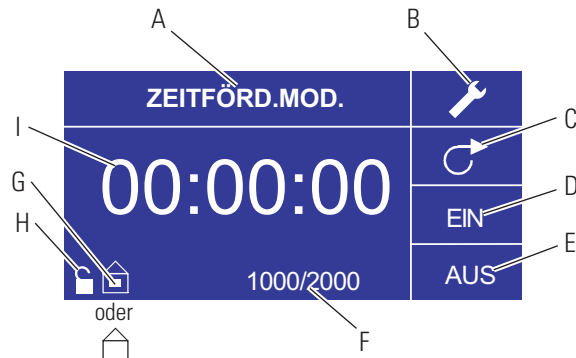

Abbildung 3-4. Zeitförderungsmodus-Bildschirm
- I. **Zeitanzeige:** Die Stellen in der Mitte zeigen die Restzeit des Antriebs für EIN oder AUS, die auf der rechten Seite des Bildschirms hervorgehoben ist (Position D oder E, Abbildung 3-4).
6. **Einstellen der EIN-Zeit:** Zum Einstellen der EIN-Zeit verwenden Sie die Richtungspfeile und die EINGABETASTE, um das EIN-Feld zu wählen (siehe Position D, Abbildung 3-4). Damit heben Sie den Zeitgeber in der Mitte des Bildschirms hervor (siehe Position I, Abbildung 3-4). Wenn Sie die EINGABETASTE erneut drücken, kann der Zeitgeber mit dem AUF- und ABWÄRTS-Pfeil eingestellt werden. Springen Sie mit den LINKS-/RECHTS-Pfeilen von einer Stelle zur anderen. Nach Auswahl der optimalen EIN-Zeit die EINGABTASTE erneut zur Validierung drücken. Der Antrieb wird jetzt so lange laufen, wie Sie es in der Mitte des Bildschirms eingestellt haben.
7. **Einstellen der AUS-Zeit:** Zum Einstellen der AUS-Zeit verwenden Sie die Richtungspfeile und die EINGABETASTE, um das AUS-Feld zu wählen (siehe Position E, Abbildung 3-4). Damit heben Sie den Zeitgeber in der Mitte des Bildschirms hervor (siehe Position I, Abbildung 3-4). Wenn Sie die EINGABETASTE erneut drücken, kann der Zeitgeber mit dem AUFWÄRTS- und ABWÄRTS-Pfeil eingestellt werden. Springen Sie mit den LINKS-/RECHTS-Pfeilen von einer Stelle zur anderen. Nach Auswahl der optimalen AUS-Zeit die EINGABTASTE erneut zur Validierung drücken. Der Antrieb wird jetzt so lange gestoppt, wie Sie es in der Mitte des Bildschirms eingestellt haben. (**HINWEIS:** Wenn die AUS-Zeit auf 00:00:00 eingestellt wird, erfordert der Antrieb eine START/STOPP-**Eingabe** vom Tastenfeld aus oder vom I/O-Anschluss aus, um mit der nächsten Förderung zu beginnen.
8. **Auswahl der Losgröße:** Vor dem Betrieb des Antriebs zu den ausgewählten EIN- und AUSSchaltzeiten wählen Sie eine Losgröße für den Betrieb. Dazu verwenden Sie die Richtungstasten und die EINGABETASTE zur Auswahl des BATCH-Symbols (siehe Position F, Abbildung 3-4). Drücken Sie im Batch-Zahl-Bildschirm die EINGABETASTE und verwenden Sie dann die AUFSWÄRTS- und ABWÄRTS-Pfeile, um die gewünschte Losgröße auszuwählen. Springen Sie mit den LINKS-/RECHTS-Pfeilen von einer Stelle zur anderen. Drücken Sie die EINGABETASTE erneut, um die ausgewählte Losgröße zu bestätigen. Wenn diese Zahl auf Null (0) eingestellt ist, läuft der Antrieb auf unbestimmte Zeit und das ∞ Symbol wird angezeigt. Wählen Sie mit den Pfeiltasten BEENDEN, um zum Zeitförderungsmodus-Betriebs-Bildschirm zurück zu kehren.
10. **Batch zurücksetzen:** Dazu verwenden Sie die Richtungstasten und die EINGABETASTE zur Auswahl des LOS-Symbols (siehe Position F, Abbildung 3-4). Verwenden Sie im Batch-Zahl-Bildschirm die Pfeiltasten, um ZURÜCKSETZUNG zu wählen und drücken Sie dann die EINGABETASTE, um die Batch-Zahl zurück zu setzen; wählen Sie BEENDEN, um zum Hauptbildschirm für den Zeitförderungsmodus-Betrieb zurück zu kehren.